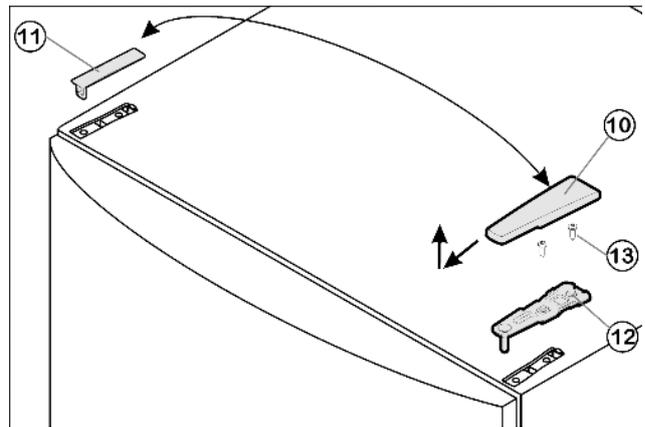

Fig. 4
- ▶ Abdeckung Fig. 4 (10) nach vorne und oben abziehen.
- ▶ Abdeckung Fig. 4 (11) abheben.
- ▶ Oberen Lagerbock Fig. 4 (12) abschrauben (2 mal Torx® 25) Fig. 4 (13) und nach oben abziehen.
- ▶ Oberen Lagerbock *Fig. 4 (12)* auf der neuen Scharnierseite in die Tür einsetzen.
- ▶ Oberen Lagerbock *Fig. 4 (12)* **fest (mit 4 Nm)** anschrauben (2 mal Torx® 25) *Fig. 4 (13)*. Schraublöcher evtl. vorstechen oder Akkuschrauber verwenden.
- ▶ Abdeckung *Fig. 4 (10)* und Abdeckung *Fig. 4 (11)* jeweils auf der Gegenseite aufrasten.